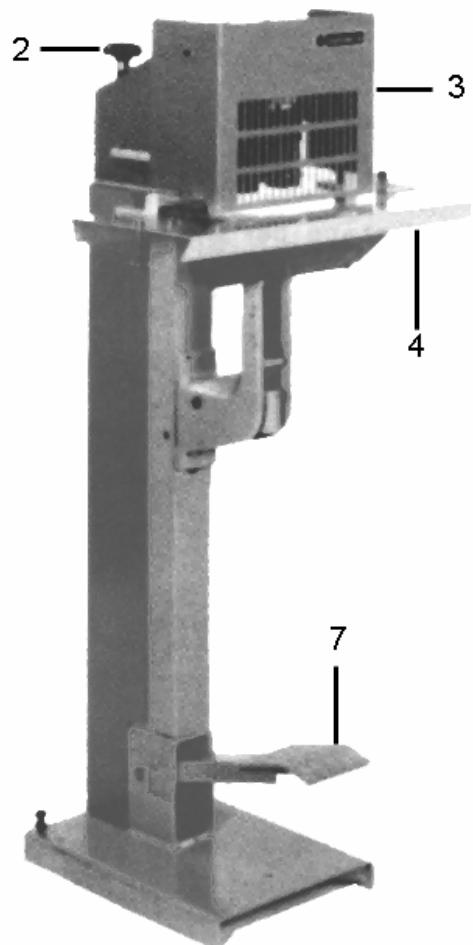

fig001
Die Flanschfläche (17) des Universaltisches mit zwei Halbrundschrauben (18) am Horn (16) der Heftmaschine festschrauben. Heftköpfe am Handrad (2, fig001) ganz nach oben drehen. Dann das Tischblech (19) in Pfeilrichtung über die Umbieger anheben.
Beim Hochklappen des Handschutzes schaltet die Maschine ab. Damit die Maschine wieder Betriebsbereit ist, muß der Handschutz heruntergeklappt und der Ein-Aus-Schalter (1, fig001) erneut eingeschalten werden.